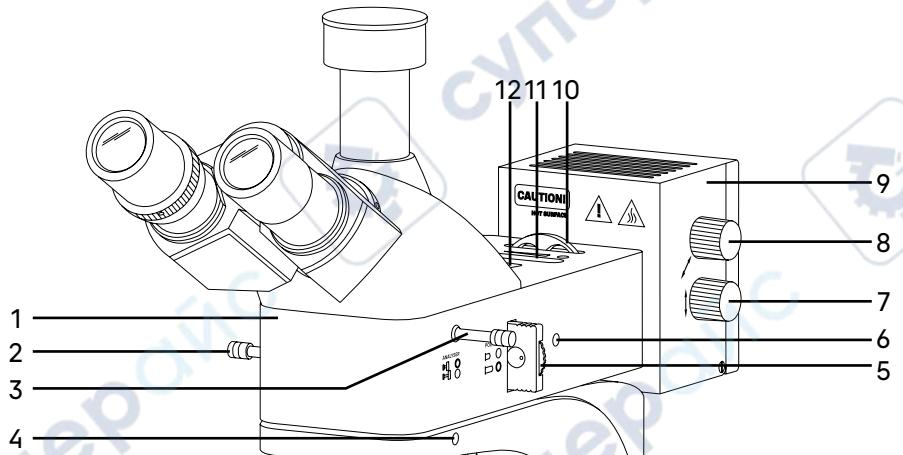

Рис. 4. Насадка осветителя отраженного света
Осветитель отраженного света представлен на рис. 4.
Корпус насадки 1 (рис. 4) устанавливается сверху на штатив микроскопа и закрепляется винтом 4 (рис. 4) при помощи ключа-шестигранника. В корпусе насадки располагаются:
- устройство простой поляризации – вращающийся поляризатор 5 (рис. 4) и встроенный анализатор 3 (рис. 4);
- полевая диафрагма 12 (рис. 4) и апертурная диафрагма 11 (рис. 4);
- несъемное кольцо с набором цветных фильтров 10 (рис. 4) имеет пять положений: свободное отверстие и 4 фильтра – матовый, желтый, зеленый и синий;
- рукоятка 2 (рис.4) для переключения на режим отраженного/проходящего света (MAGUS Metal 600) – для переключения на режим проходящего света (для исследования прозрачных и полупрозрачных пленок и фильтров) выдвиньте рукоятку 2 (рис. 4) до упора, а для переключения на режим отраженного света (для освещения непрозрачных образцов, таких как металлы и сплавы, для исследования поверхности образца с целью выявления его текстуры, микроструктуры и обнаружения дефектов) установите ее в крайнее вдвиннутое положение.
— рукоятка 2 (рис.4) для переключения на режим светлого/темного поля (MAGUS Metal 600 BD) – для улучшения контраста и детализации изображения образцов, что позволяет лучше изучать их микроструктуру (Режим светлого поля дает достоверное увеличенное изображение объекта. Режим темного поля: для наблюдения объекта в рассеянном свете, который дает контрастные изображения границ зерен и дефектов поверхности, невидимых в светлом поле). Для работы микроскопа по методу темного поля выдвиньте рукоятку светлого/темного поля 2 (рис. 4) в положение **BF**, а для работы по методу светлого поля убедитесь, что она установлена в задвиннутое положение **BF**.
Поляризатор 5 (рис. 4) расположен в корпусе насадки между источником света и объективами. Поляризатор имеет два положения – свободное отверстие и поляризационный фильтр. Поляризатор вращается в диапазоне 0–360°. Чтобы ввести поляризатор в оптическую ось, следует вставить устройство до конца. Поляризованный свет передается через объектив на объект.
Анализатор 3 (рис. 4) расположен между объективом и визуальной насадкой. Анализатор имеет два положения – свободное отверстие и поляризационный фильтр. Чтобы ввести анализатор в оптическую ось, следует вставить устройство до конца.
Фонарь лампы 9 (рис. 4) крепится на насадку 1 (рис. 4). Внутри фонаря располагается источник света – галогенная лампа. Центрировка лампы по трем осям осуществляется рукоятками 15 (рис. 2) и 7, 8 (рис. 4). Галогенная лампа нагревается, поэтому корпус фонаря имеет решетку для естественного охлаждения источника света.
Процесс установки (монтажа) показан на рис. 4.